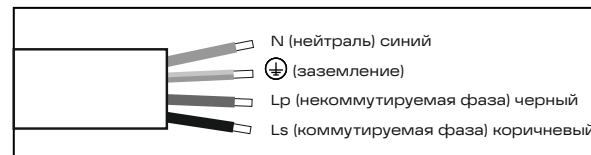

Рис. 3
- Выполните электрическое подключение осветительного прибора согласно рис. 3. При соединении основной фазы (L) и коммутируемой фазы (LS) между собой светильник работает в режиме постоянного действия.